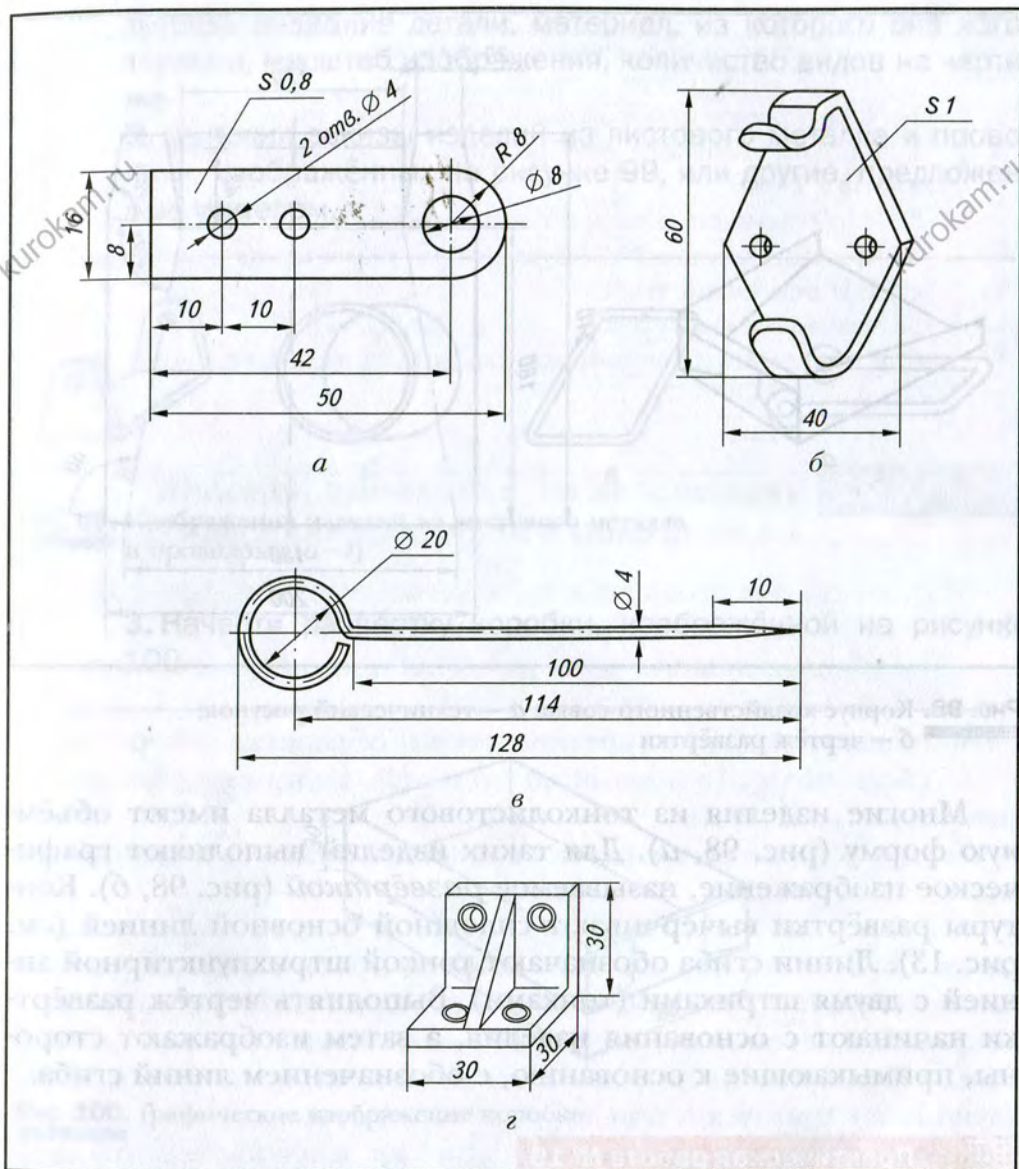

Рис. 97. Графические изображения деталей из металла и пластмассы:
Запись  $R8$  на чертеже (рис. 97, а) означает: радиус закругления контура детали равен 8 мм; запись  $S0,8$  — толщина детали составляет 0,8 мм. Центры отверстий показывают на чертежах штрихпунктирными линиями, пересекающимися под прямым углом (рис. 97, б).
Если деталь изготовлена из проволоки диаметром менее 2 мм, то её изображают одной сплошной основной линией. Если диаметр проволоки более 2 мм — двумя параллельными сплошными линиями (рис. 97, в).
4. По чертежу (рис. 97, а) выполни технический рисунок изделия.